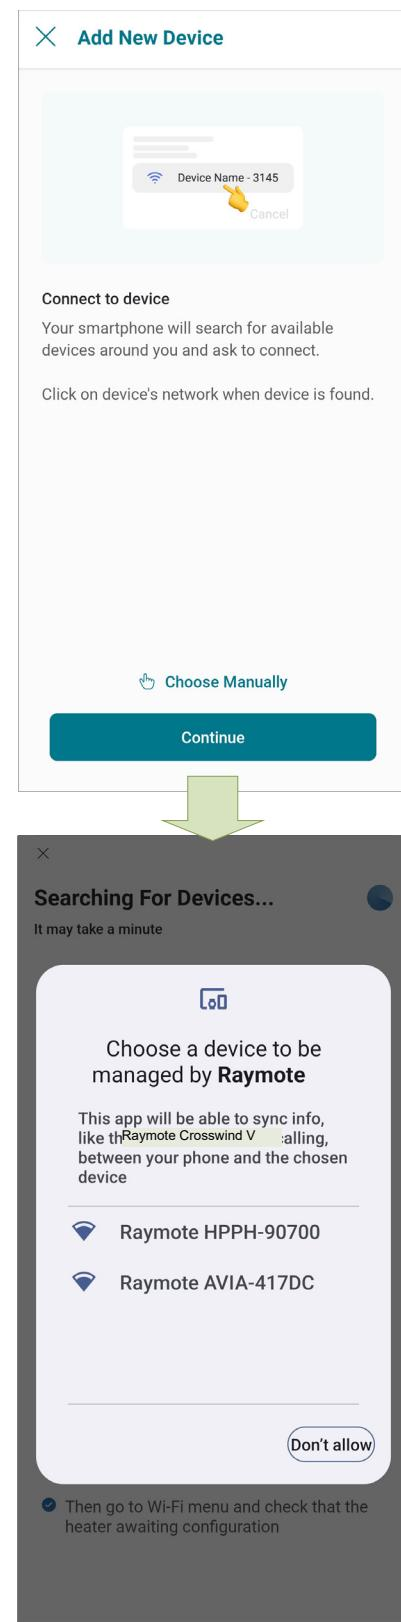

Figure 84. Connexion avec un téléphone mobile Android
3. **Sur Android:** Selon votre configuration, un ou plusieurs appareils apparaîtront dans l'application. Sélectionnez l'identifiant de réseau qui correspond à votre appareil, comme indiqué en **Figure 84**.